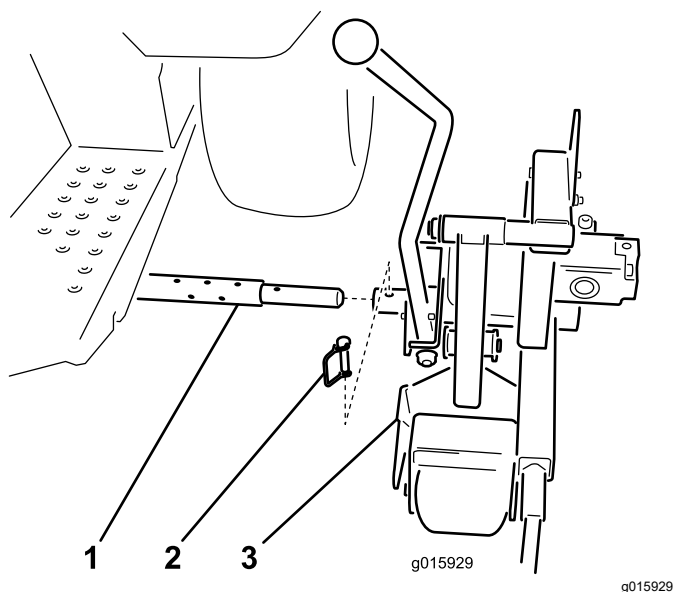

Рисунок 5
1. Надвиньте поворотную трубу режущей головки на поперечную трубу (Рисунок 5).
2. Прикрепите режущую головку к поперечной трубе с помощью пальца сцепного устройства (Рисунок 5).